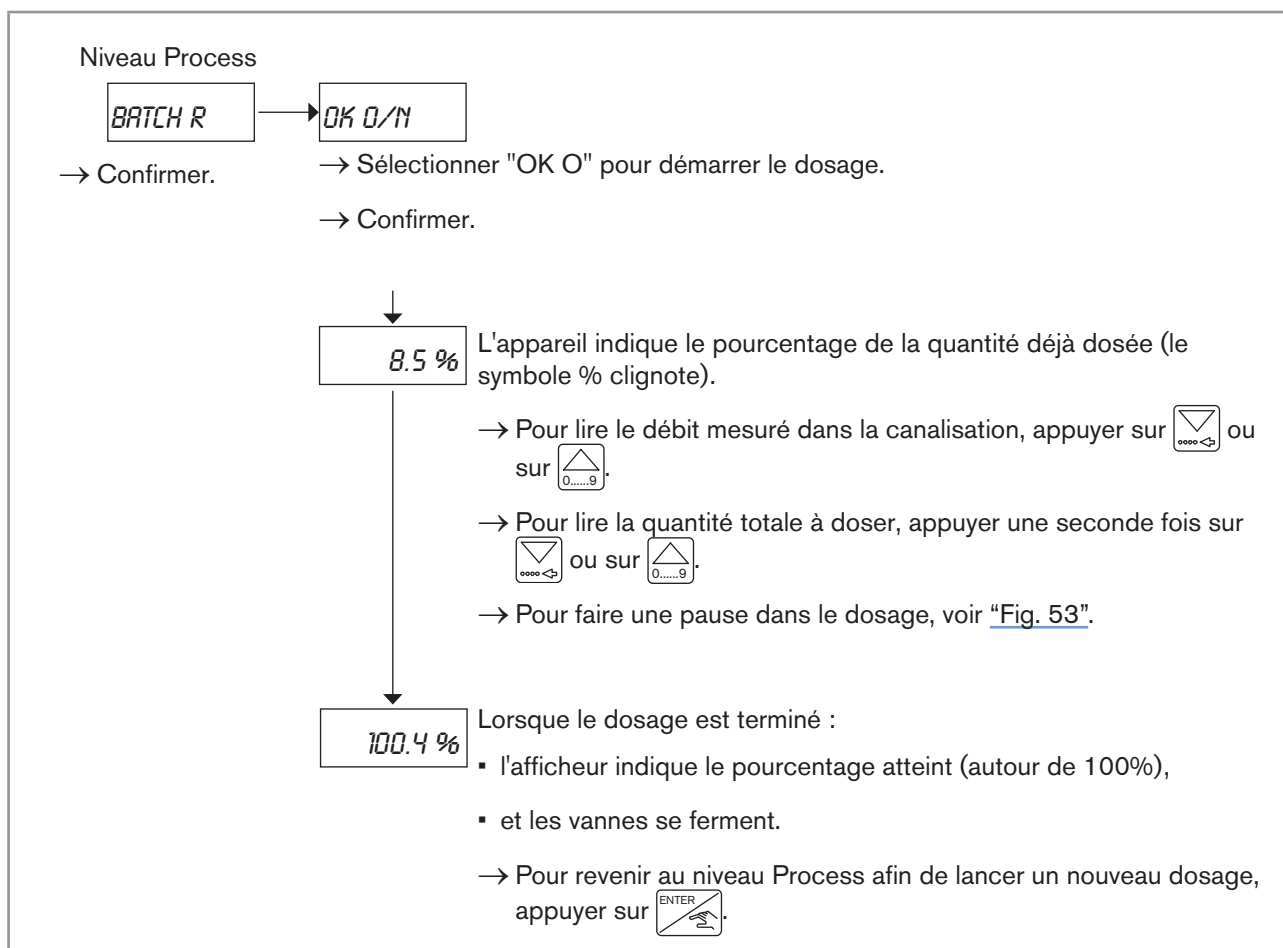

Fig. 52 : Réaliser un dosage, en mode de dosage "LOC. REP."
- Réaliser le dosage comme indiqué dans la "Fig. 52".